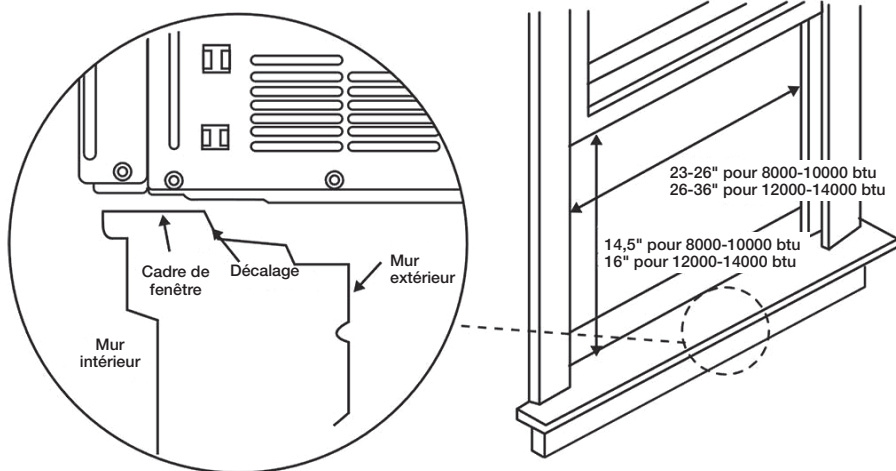

Fig. 1
- Le châssis inférieur (la partie inférieure de la fenêtre qui se déplace vers le haut et vers le bas) : doit permettre une ouverture verticale de 14,5" lorsqu'il est ouvert pour 8000 et 10000btu (Fig.1), doit permettre une ouverture verticale de 16" lorsqu'il est ouvert pour 12000 et 14000btu (Fig.1).